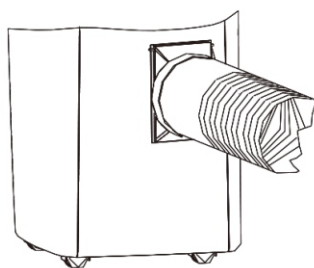

Fig.10
11. A montagem do duto de exaustão de ar e seus acessórios está concluída, conforme ilustrado no desenho da Fig. 10.